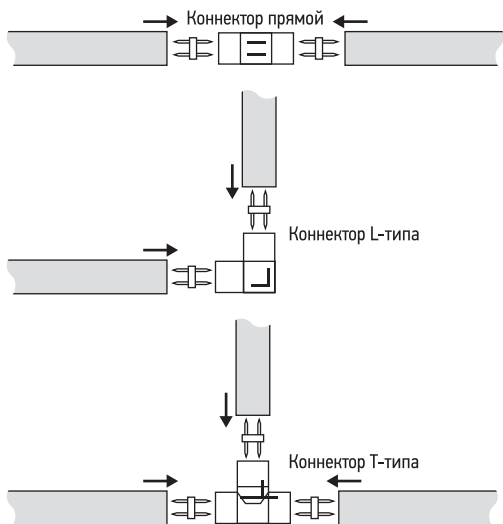

Рис. 4. Соединение при помощи коннектора
- 3) Подключите участки светодиодной ленты в соответствии с полярностью, *Рис. 4*. Контакты коннекторов должны войти по центру соответствующих проводов (жил), идущих по всей длине ленты.